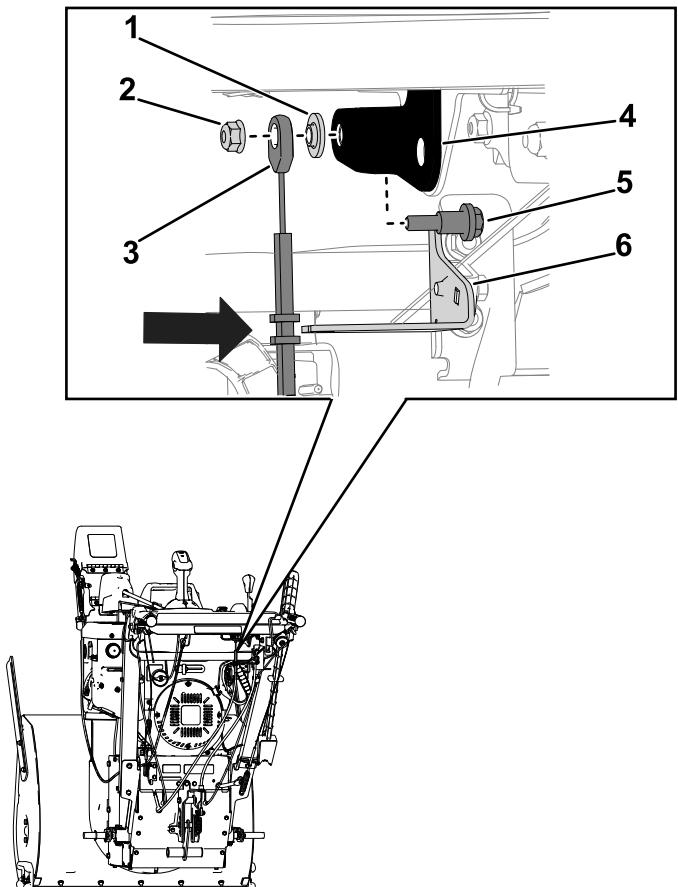

Figure 24
5. Installez le câble de la transmission hydrostatique sur le support du sélecteur de vitesse (Figure 24).
- Fixez le câble de la transmission hydrostatique sur le sélecteur de vitesse avec un boulon à épaulement ($\frac{1}{4}$ " x 1") , une rondelle à épaulement et un écrou ($\frac{1}{4}$ ") (Figure 24).